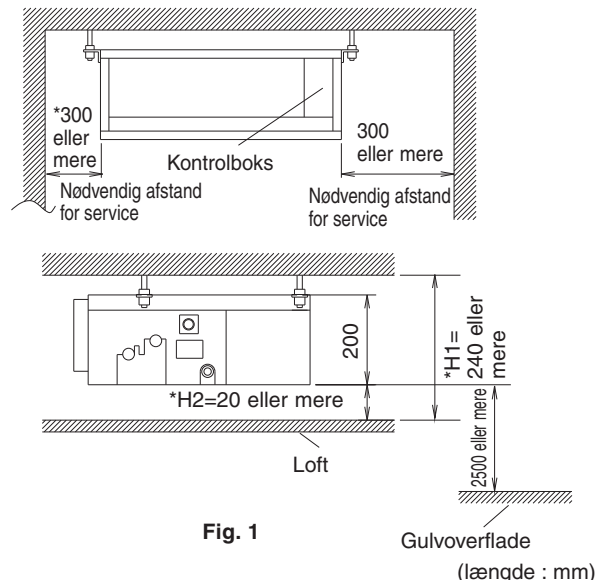

Fig. 1
(1) Vælg et installationssted, hvor følgende betingelser er opfyldt, og som kunden kan godkende.
- Hvor der er tilstrækkelig plads til, at vedligeholdelse og service kan foretages. **(Se fig. 1)**